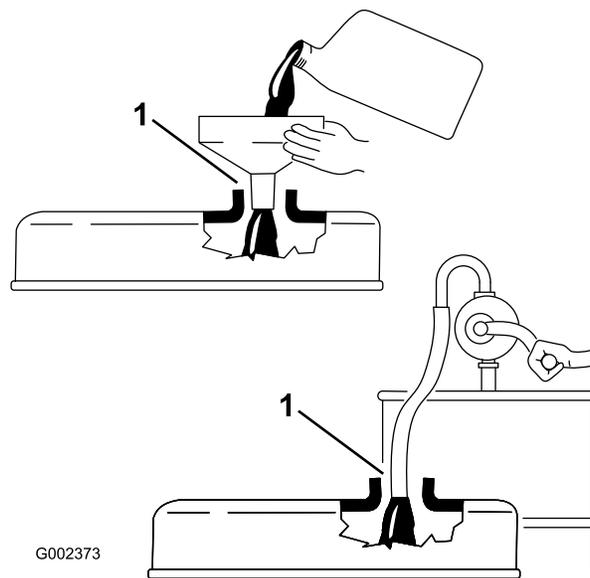

Рисунок 43
**Внимание:** При доливе или заливке моторного масла должен быть зазор между устройством заливки масла и заливной горловиной в крышке клапанной коробки, как показано на Рисунок 43. Этот зазор необходим для выхода воздуха при доливе масла.